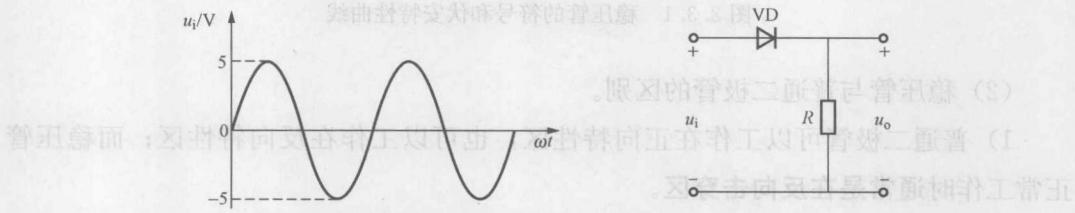

图 2.1 题 2-2 图
2-2 电路如图 2.1 所示，已知 $u_i = 5\sin\omega t$ (V)，试分别利用二极管的理想模型和恒压降模型分析。画出 u_i 和 u_o 的波形，并标出幅值。